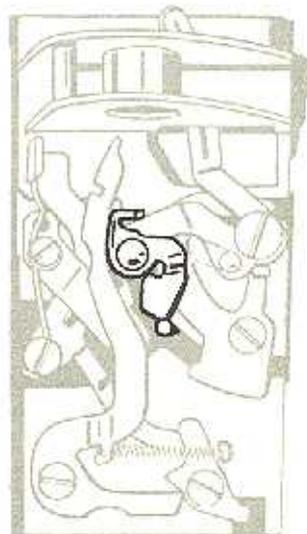

Abb. 3
- h) Erste Verschlussklappe mit Finger festhalten, Verschluss auslösen und erste Verschlussklappe langsam ablaufen lassen, jetzt muß der Auslösestift der ersten Verschlussklappe (s. Abb. 3) auf die Spitze des Doppelhebels am Zeiteinstellhebel auflaufen. Ist dies nicht der Fall, muß der Anschlag des Doppelhebels am Zeiteinstellhebel justiert werden.